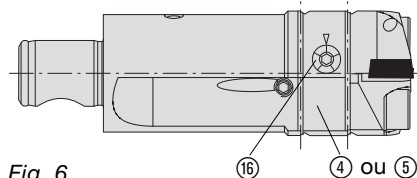

Fig. 6
1. Desserrer la vis cylindrique ⑮ du porte-plaquette et resserrer ensuite très faiblement.
2. Régler au diamètre l'arête ⑮ de coupe par rotation de la graduation. Une division de graduation correspond à un déplacement de 0,1 mm au diamètre. Une rotation dans le sens horaire d'une aiguille de montre permet le réglage du diamètre (Fig. 6).
## 5.3 Plate forme d'alésage flexible avec module de fonction réglable par le centre ZV (Fig. 6/7/8/9)
1. Desserrer la vis cylindrique (15) des deux porte-plaquette et les resserrer ensuite très faiblement.
2. Régler au diamètre l'arête de coupe (16) par rotation de la graduation (Fig. 6). Une division de graduation correspond à un déplacement de 0,1 mm au diamètre. Une rotation dans le sens horaire d'une aiguille de montre permet le réglage du diamètre (Fig. 6).